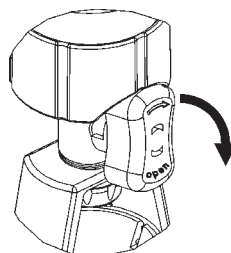

Bild 1
- Drehen Sie den Kugelhahn um 90° nach rechts (Bild 1) in die waagerechte Position (Öffnen). Bewegen Sie das Filterunterteil 2-3 Umdrehungen nach links oder rechts (Bild 2).